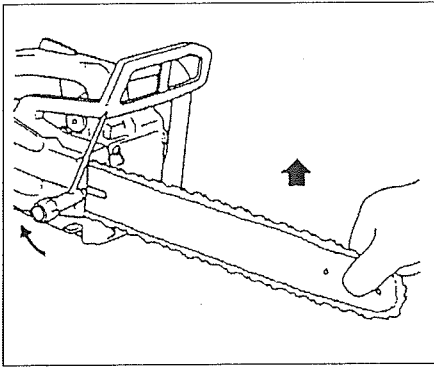

Fig.1-4
- (En) 7. Raise the bar end, and tighten the chain (1) by turning the tension adjustment bolt (2) clockwise. To check proper tension, lightly lift up the center of chain and there should be about 0.5-1.0mm clearance between bar and edge of drive link (3)
- PROPER TENSION IS EXTREMELY IMPORTANT! (Fig. 1-4, 5)
8. Raise the bar end and securely tighten the chain bar clamp nut with the box wrench. (Fig. 1-4)
- (Fr) 7. Soulever l'extrémité du guide-chaîne et régler la tension de la chaîne (1) en tournant la vis de réglage de tension (2) dans le sens des aiguilles d'une montre. Pour vérifier que la tension de la chaîne est adéquate, soulever légèrement le centre de la chaîne. Il faut qu'il y ait alors un jeu de 0,5 à 1,0 mm entre le guide-chaîne et le bord des maillons d'entraînement de la chaîne (3).
- UNE TENSION CORRECTE DE LA CHAÎNE EST EXTREMEMENT IMPORTANTE ! (Fig. 1-4 et 1-5)
8. Soulevez à nouveau l'extrémité du guide-chaîne et serrez fermement l'écrou de serrage du guide-chaîne avec la clé à bougie (Fig. 1-4).
- (It) 7. Sollevare l'estremità della lama e tendere la catena (1) girando il bullone di regolazione del tendicatena (2) in senso orario. Per verificare che la catena sia adeguatamente tesa, sollevare leggermente il centro della catena: fra la lama e il bordo della maglia motrice (3) dovrebbe rimanere un gioco compreso tra 0,5 e 1 mm circa.
- UNA TENSIONE ADEGUATA É ESTREMAMENTE IMPORTANTE! (Fig. 1-4,5)
8. Sollevare l'estremità della lama e serrare a fondo il dado di fissaggio della lama della catena con la chiave a tubo. (Fig. 1-4)
- DIE KETTE MUSS ORDNUNGSGEMÄSS GESPANNT SEIN! (Fig. 1-4, 5)
8. Die Befestigungsmutter bei angehobenem Schienenende mit einem Steckschlüssel fest anziehen. (Fig. 1-4)
- LA CORRECTA TENSION ES SUMAMENTE IMPORTANTE! (Fig. 1-4, 5)
8. Levantar el extremo de la barra y ajustar firmemente la tuerca de fijación de la barra de la cadena con la llave de cubo. (Fig. 1-4)
- KORREKT SPÄNNING ÄR YTTERST VIKTIGT! (Fig. 1-4, 5)
8. Lyft upp svärdsänden och drag fast svärds muttrarna med den fasta nyckeln. (Fig. 1-4)